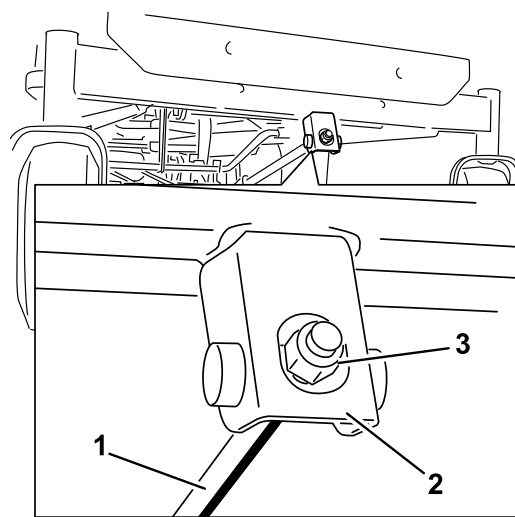

Figure 60
- A. Tournez l'écrou de réglage à l'avant du tablier de coupe (Figure 60).